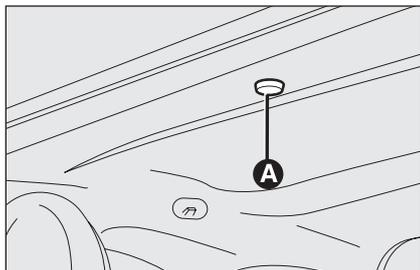

fig. 45
- rimuovere il tappo di protezione **A-fig. 45** ubicato sul rivestimento interno, posteriormente alla tendina parasole;